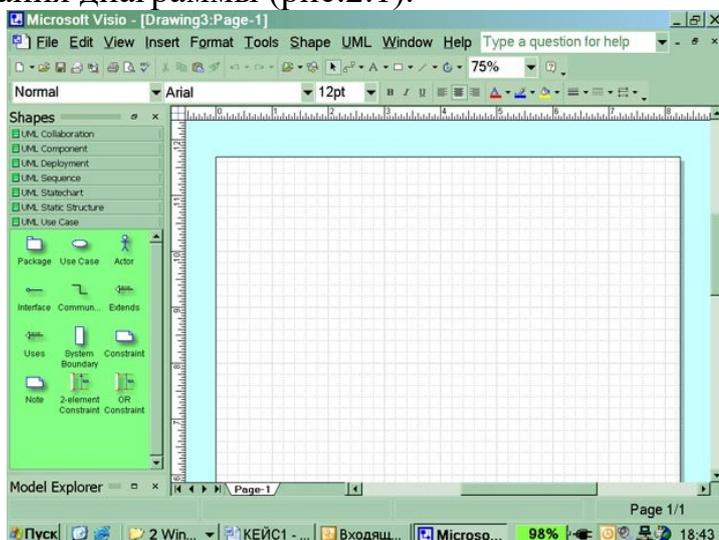

Рисунок 2.1-Общий вид окна MS Visio
2. Появится окно, в котором необходимо выбрать папку Software/ UML Model Diagram. В открывшемся списке форм (Shapes) для построения физической диаграммы следует выбрать пункт UML Use Case. В результате проделанных действий на экране появится окно, в левой части которого будет отображен набор графических символов, а в правой части - лист для рисования диаграммы (рис.2.1).